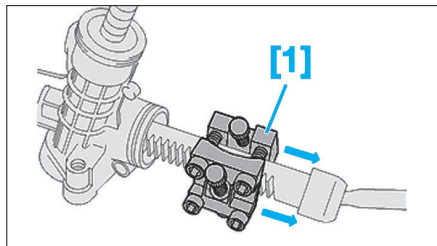

Fig. 13
- Positionner l'outil [1] sur la crémaillère afin que ses appuis rotulés prennent appui sur le berceau (Fig.13).